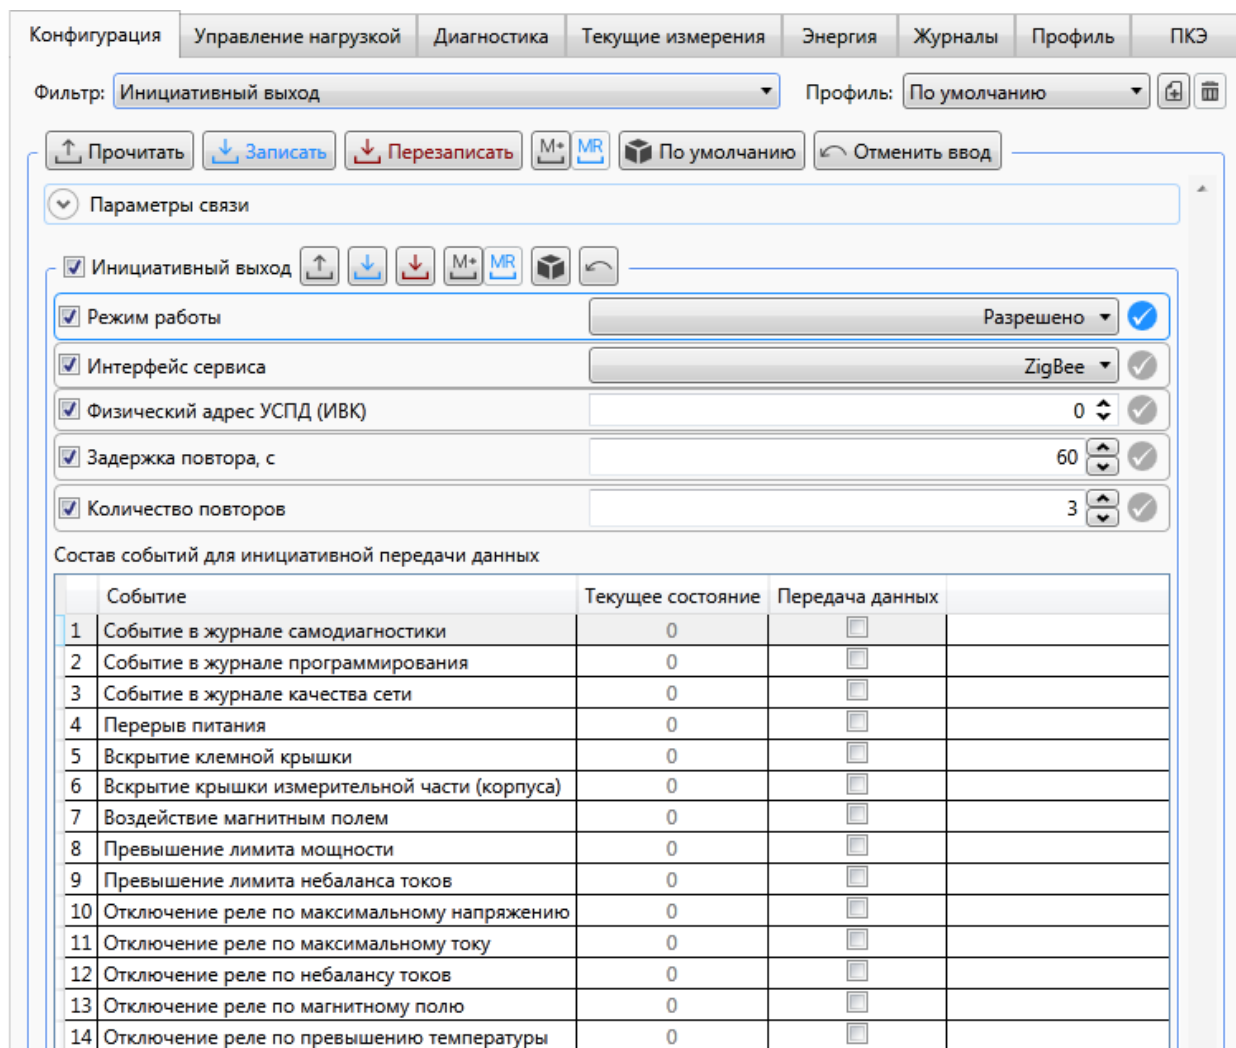

Рисунок 9.30 – Настройка параметров инициативного выхода счетчика
9.5.15.1 Для конфигурирования параметров инициативного выхода счетчика необходимо перейти на вкладку *Конфигурация* области параметров программы КОНФИГУРАТОР и далее в выпадающем списке *Фильтр* выбрать пункт *Инициативный выход* (рисунок 9.30).